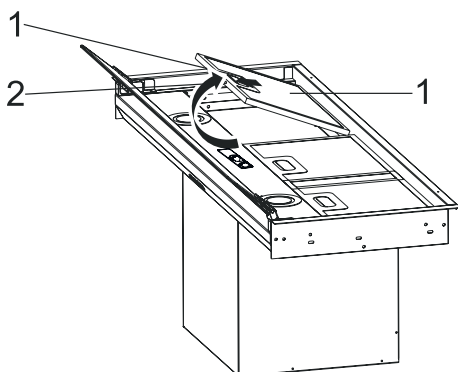

Fig. 10
1. ➔ Rimuovere l'imballaggio dell'apparecchiatura e posizionare i filtri in alluminio rivolti verso l'alto. (Fig. 10).
Premere il fermo del filtro in alluminio (Fig. 10/1) e tirare verso l'alto (Fig. 10/ 2) per rimuoverlo.